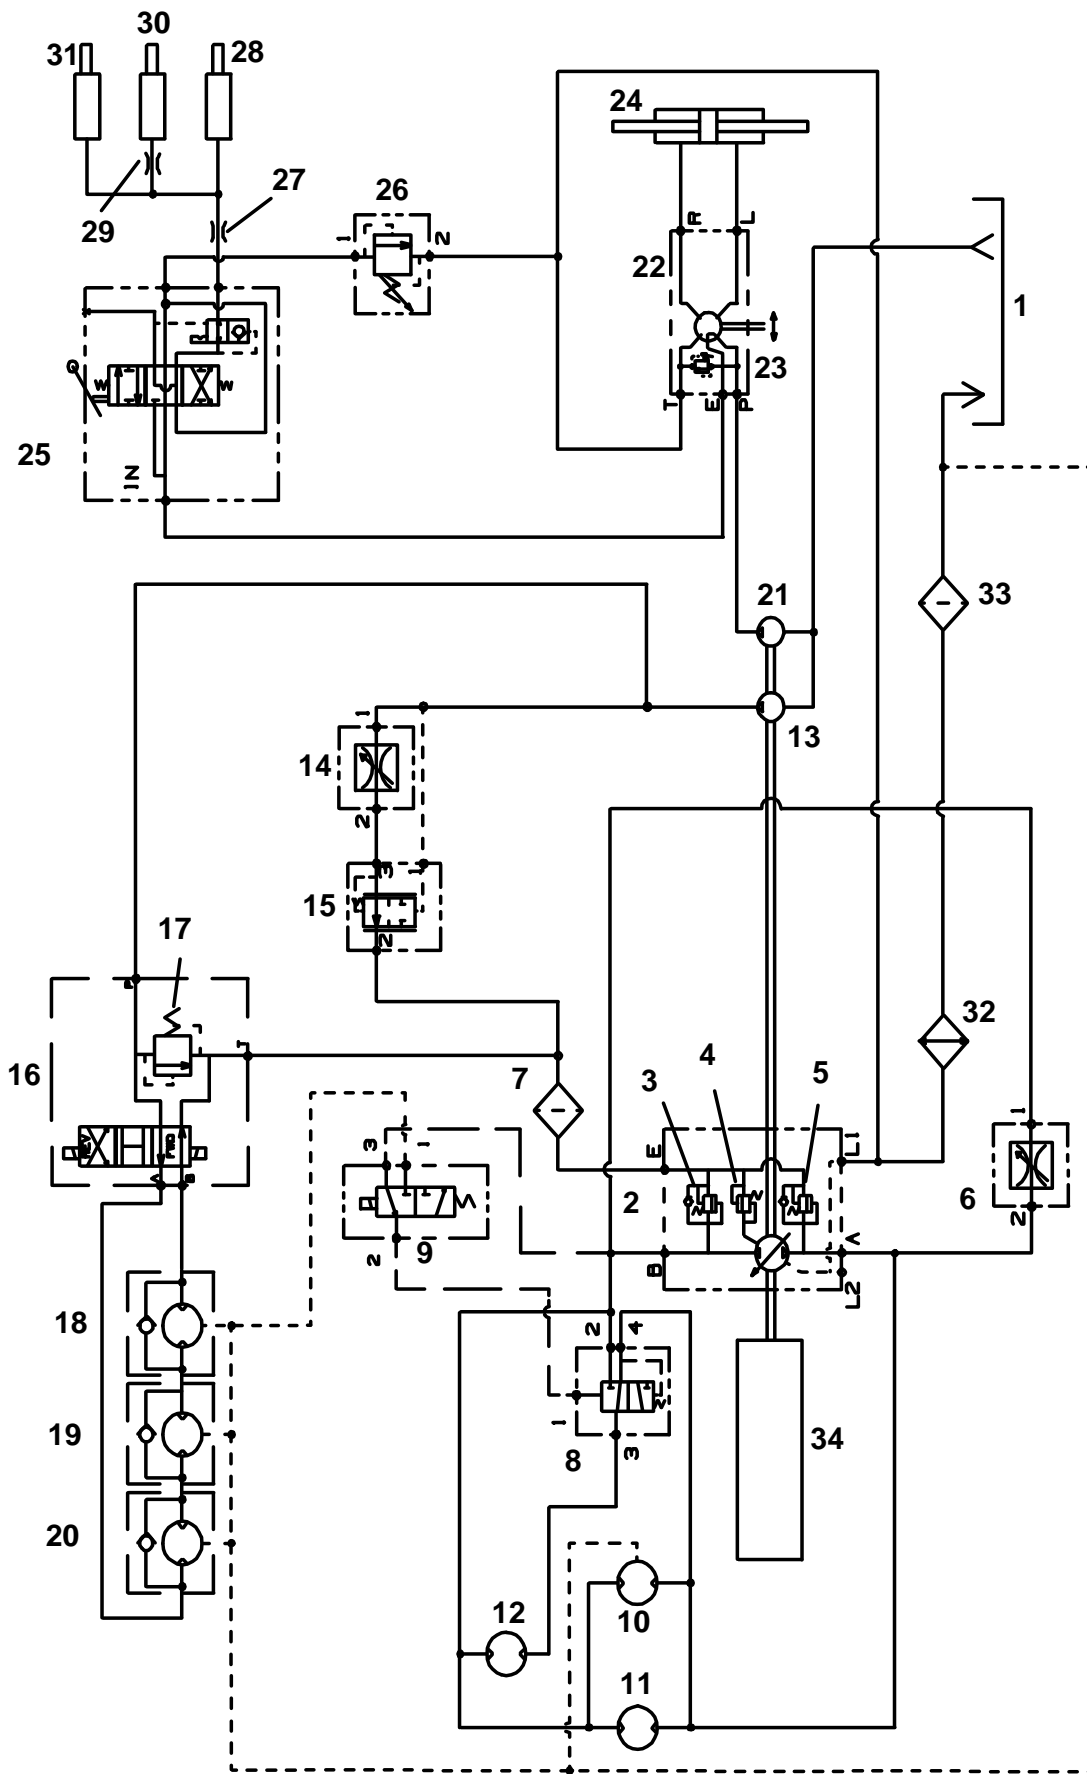

Fig.52
PUNTI DI PROVA (Fig. 52 e 53)
1. Pressione di trasmissione marcia avanti 210 bar. (C Fig. 52).
3. Pressione di carica 14 bar (B Fig. 52).